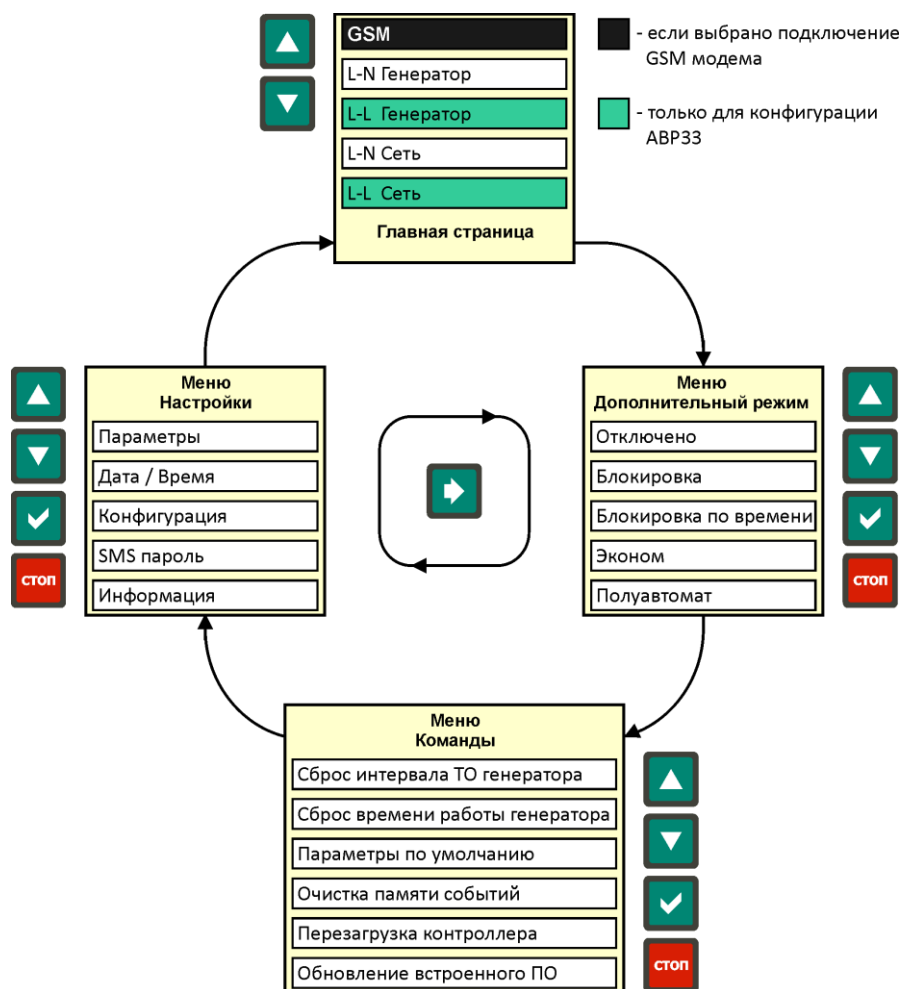

Рис. 5.4. Структура индикации на дисплее
5.4.6 Структура индикации на дисплее определяется четырьмя основными страницами (рис. 5.4):